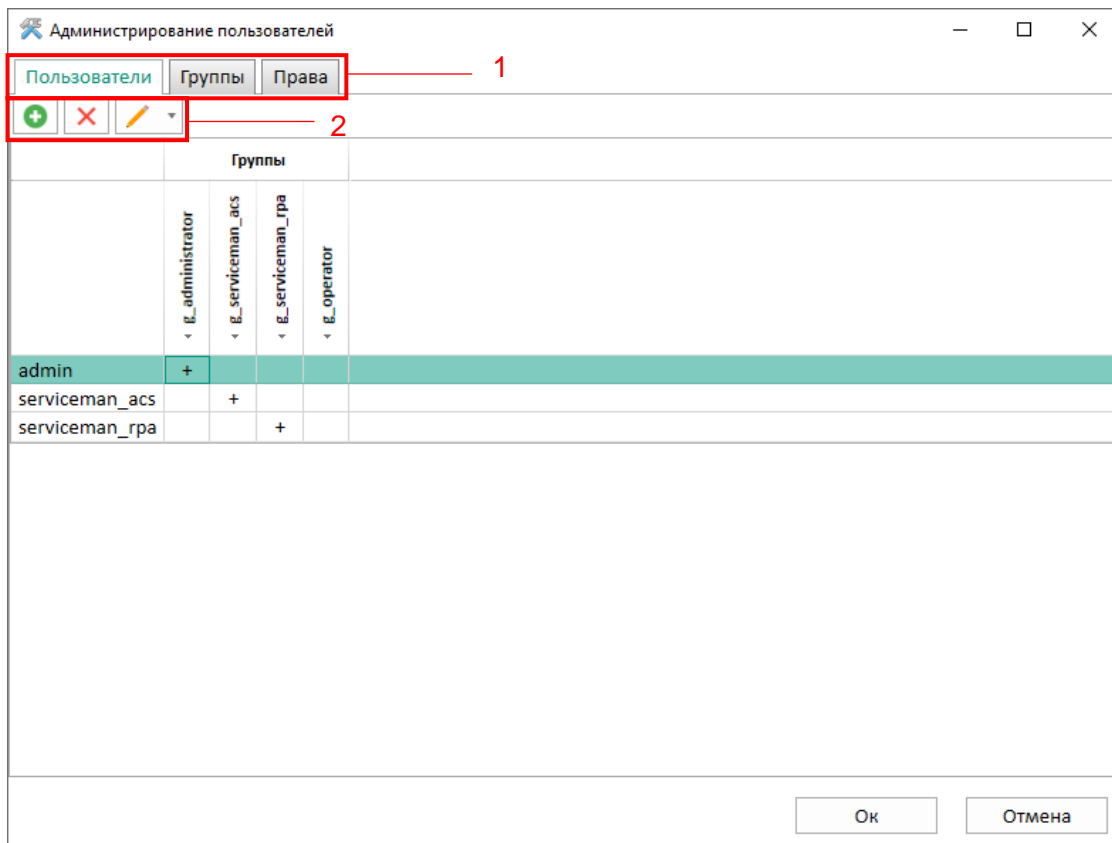

Рисунок 23
Окно (рисунок 23, поз. 1) состоит из трех вкладок:
4.2.5.1 На вкладке **Пользователи** осуществляются операции над учетными записями пользователей. Операции доступны через панель инструментов    (см. рисунок 23, поз. 2).